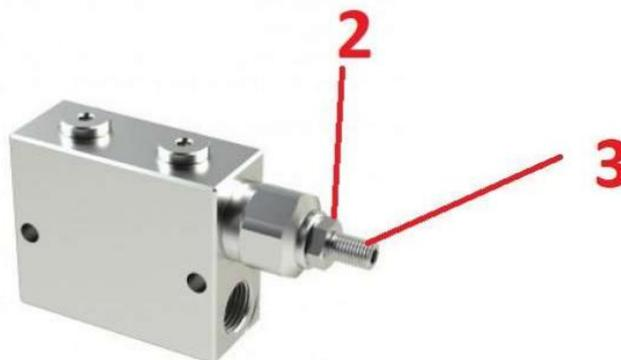

Рисунок 23 – Регулировка клапана последовательности 3/4" VS2C
3) С помощью гидроцилиндров 125x60-700-1010 сложите крайние рабочие секции (**только для БД-11**). Крайние секции должны лечь на резиновые отбойники. На бороне установлен **Клапан последовательности 3/4" VS2C**, который обеспечивает правильный порядок складывания рабочих секций (рисунок 23). Клапан установлен на дышле ближе к центральной секции.
большой угол шток (поз. 3) добиться того, чтобы первыми начали складываться крайние секции, а далее средние секции (рисунок 23,24).